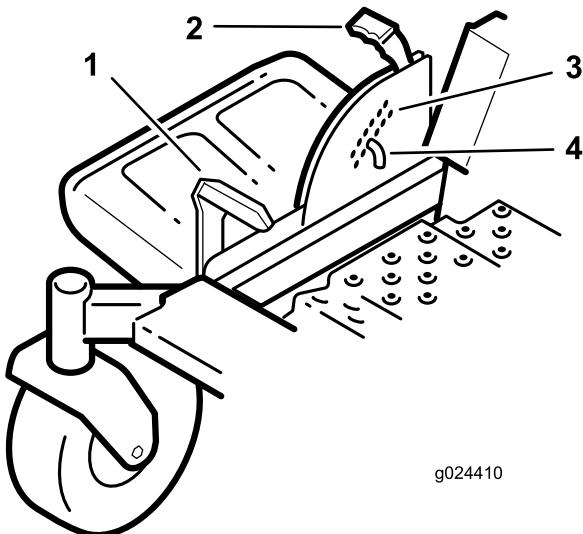

Figura 24
- Col piede premete il pedale di sollevamento del piatto di taglio e sollevate il piatto in posizione di blocco per il trasporto (oltre la posizione dell'altezza di taglio di 114 mm) (Figura 24).
- Per regolare, spostate il perno dalla staffa dell'altezza di taglio (Figura 24).
- Nel sistema di selezione dell'altezza di taglio scegliete un foro corrispondente all'altezza desiderata e inserite il perno (Figura 24).